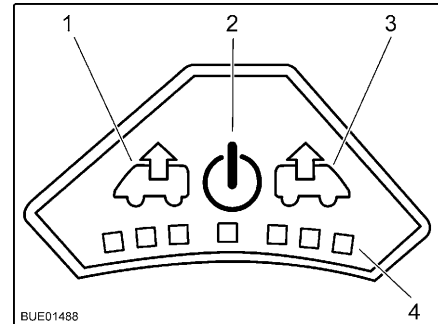

Bild 86 Bedienfeld des Ventilators
- Einschalten:** ■ Taste Ein/Aus (Bild 86,2) drücken. Der Ventilator läuft im Komfortmodus (Entlüften mit niedrigster Ventilatordrehzahl).
- Um die Ventilator Drehzahl zu erhöhen: Taste Entlüften (Bild 86,1) drücken. Die Ventilator Drehzahl in Entlüftungsrichtung nimmt um eine Stufe zu. LEDs (Bild 86,4) zeigen die Schaltstufen an.
- Um die Ventilator Drehzahl zu verringern: Taste Belüften (Bild 86,3) drücken. Die Ventilator Drehzahl nimmt um eine Stufe ab.
- Um die Ventilator Drehzahl zu erhöhen: Taste Belüften (Bild 86,3) drücken. Die Ventilator Drehzahl in Belüftungsrichtung nimmt um eine Stufe zu. LEDs (Bild 86,4) zeigen die Schaltstufen an.
- Um die Ventilator Drehzahl zu verringern: Taste Entlüften (Bild 86,1) drücken. Die Ventilator Drehzahl nimmt um eine Stufe ab.
- Taste Ein/Aus (Bild 86,2) drücken. Der Ventilator stoppt, die LEDs erlöschen.